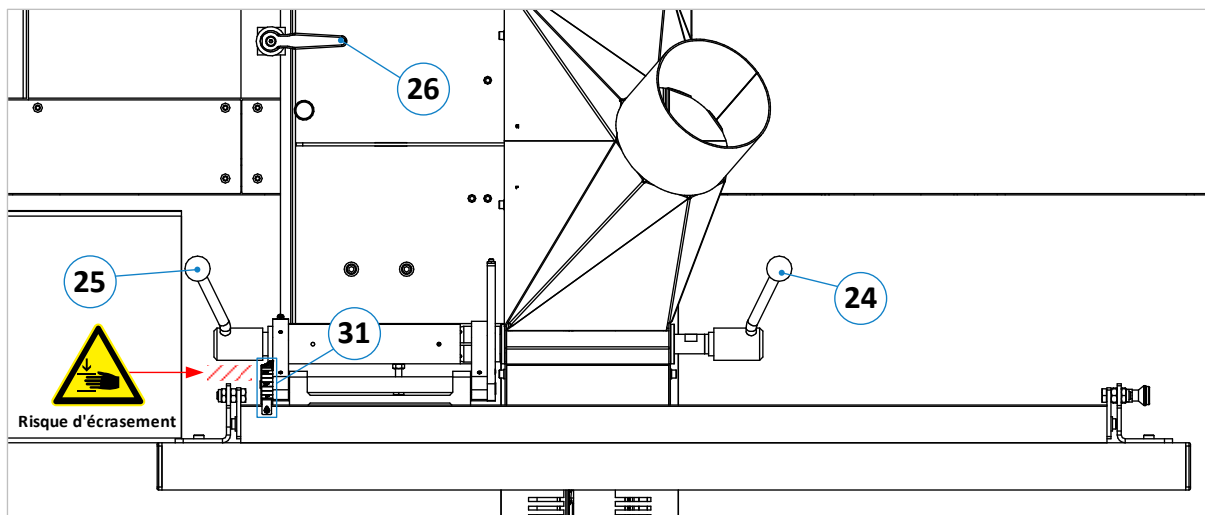

Figure 35 : butée de dressage (vue de dessus)
**Attention :** Risque d'écrasement des doigts et des mains entre le levier de réglage (25) et la guide auxiliaire (voir  $\Rightarrow$  Figure 35)! Pendant le réglage de l'angle de la butée, ainsi que lors de mesures ou d'autres travaux de réglage, toujours rabattre la guide auxiliaire vers le bas, vers la table.